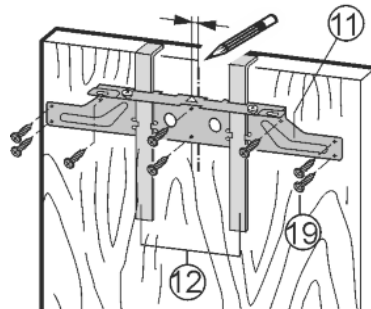

Fig. 30
- Aligner la traverse de fixation Fig. 30 (11) sur le milieu de la porte.
- Bourrelet à gauche : Déplacer la traverse de fixation Fig. 30 (11) $1/4$ (6 mm) à gauche.
- Bourrelet à droite : Déplacer la traverse de fixation Fig. 30 (11) $1/4$ (6 mm) à droite.